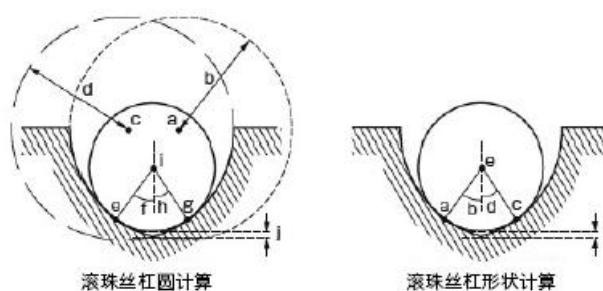

图14
- 3.1.6 可以通过加装选配功能测量特殊的零件，例如滚珠丝杆圆的分析、非球面透镜形状的分析等。详见图14